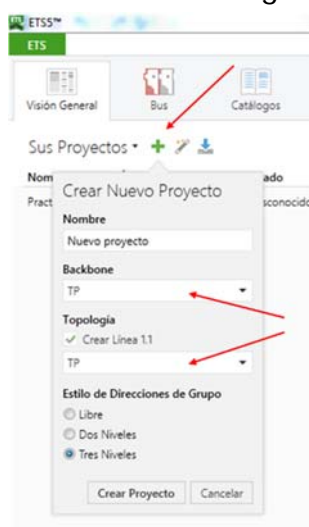

Figura 1. Selección del tipo de bus y de los niveles de las direcciones lógicas.
Dentro de la ventana de inicio se selecciona la opción de *Nuevo Proyecto*, presionando en el icono con el símbolo + coloreado en verde. Ahora se debe cambiar a la pestaña de *Proyectos*, donde tras presionar en la opción *Nuevo*, aparecerá una ventana para introducir el nombre del proyecto, el tipo de bus y los niveles de direcciones lógicas. Aunque la instalación se programe por un interfaz IP, los módulos domóticos se comunican entre sí mediante el bus de par trenzado (TP); trabajaremos con direcciones lógicas de 3 niveles (ver Figura 1).